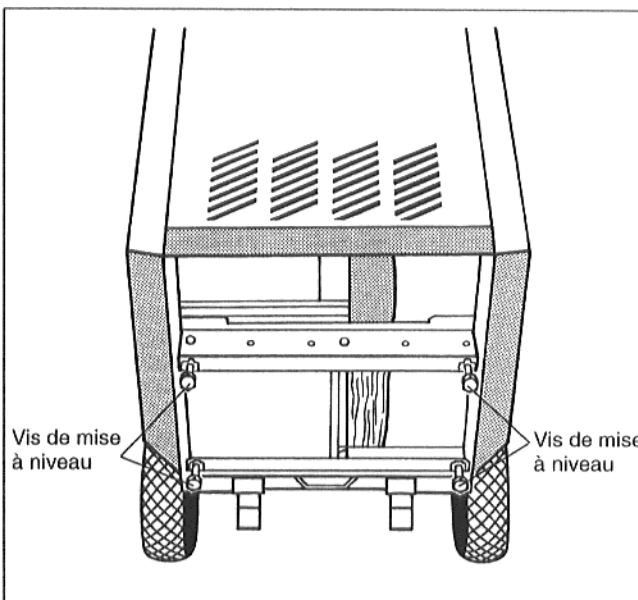

Fig. 5 Fond de la chaudière
- Visser les quatre vis de mise à niveau par le dessous, d'environ 5 - 10 mm dans le pas de vis des rails (Fig. 5).